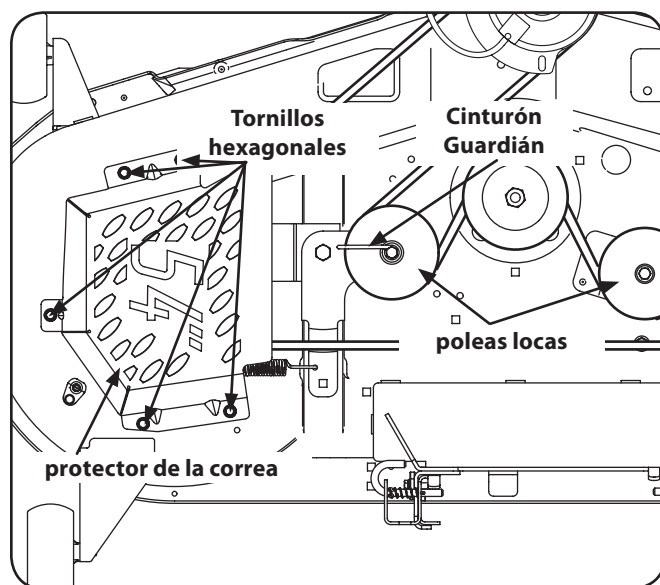

Figura 7-10
2. Quitar los protectores de la correa retirando los tornillos hexagonales que la sujetan a la cubierta. Vea la Figura 7-10.
3. Afloje, pero no quite, el guardián barra izquierda de la plataforma de la correa y la polea loca en la cubierta. Consulte la Figura 7-10.